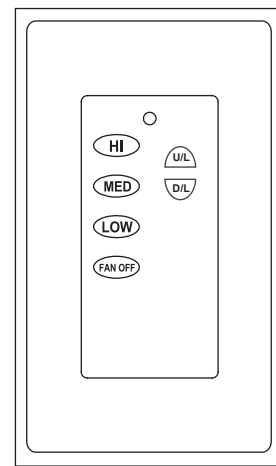

Fig. 6
4. OPERATION BUTTONS ON THE PANEL OF THE TRANSMITTER (Fig. 6):